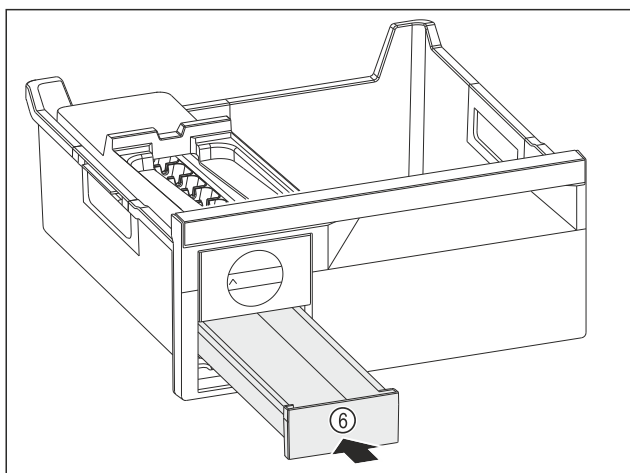

Fig. 88
- Sett inn isterningsskuffen Fig. 88 (6).